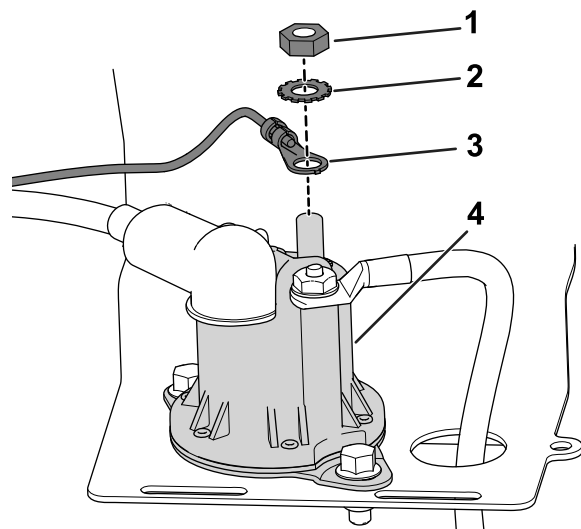

Bild 5
- Befestigen Sie den Kabelschuh mit der Stromspulenmutter und der Sicherungsscheibe an der Stromspule (Bild 5).